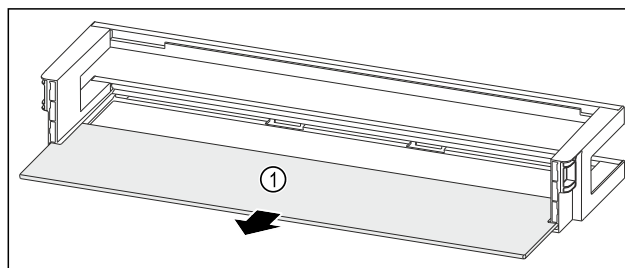

Fig. 136 Rafti i derës me raft mbajtës
- Hiqni raftin mbajtës Fig. 136 (1).